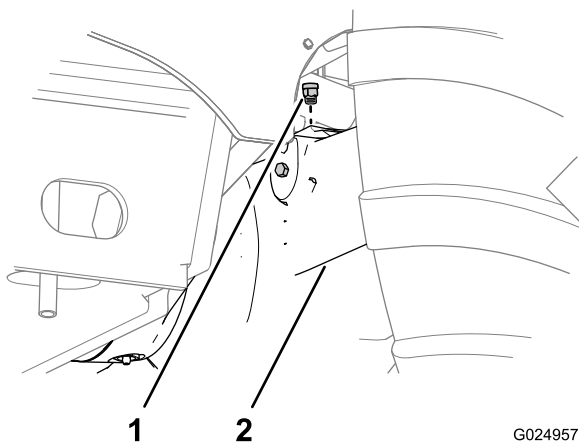
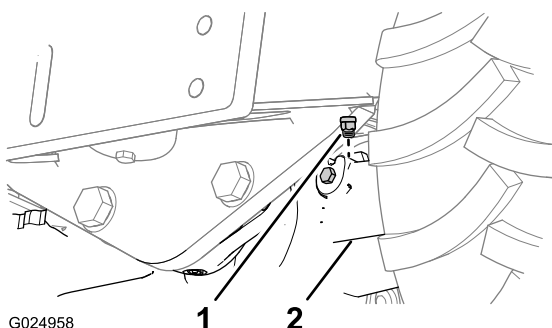

Bild 92
Bild 93
1. Reinigen Sie den Bereich um die Entlüfter mit einem Reinigungsmittel (Bild 92 und Bild 93).
2. Entfernen Sie die Entlüfter von der Vorder- und den Hinterachsen (Bild 92 und Bild 93).
5. Bringen Sie die Entlüfter an der Vorder- und den Hinterachsen an (Bild 92 und Bild 93).